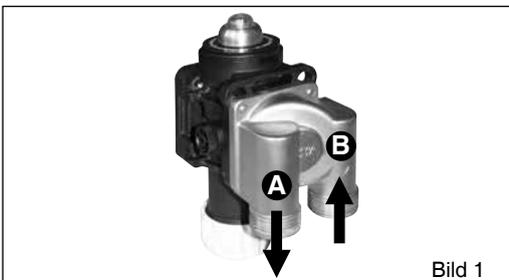

Bild 1
- Montieren Sie das **Umlenkventil** (Bild 1) an den Anschlussflansch.
- Verbinden Sie die flexiblen **Panzerschläuche** (**A** zu **1** / **B** zu **2**) (Fließrichtung beachten!) spannungsfrei mit den Anschlüssen des **Umlenkventils** und den Verschraubungen am Steuerkopf (Bild 1+3).
- Öffnen Sie langsam beide Absperrungen des **Umlen-ventils** (Bild 1). Entlüften Sie die Anlage an einer Zapfstelle.